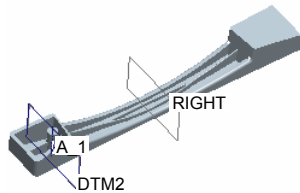

图 5.38.162 创建基准平面 DTM2
Step21. 创建图 5.38.162 所示的基准平面特征 2。单击**模型**功能选项卡**基准**区域中的“平面”按钮,在模型树中选取 RIGHT 基准平面为参考面,类型设置为平行,按住 Ctrl 键,选择图 5.38.162 所示的轴 A_1,单击对话框中的**确定**按钮。